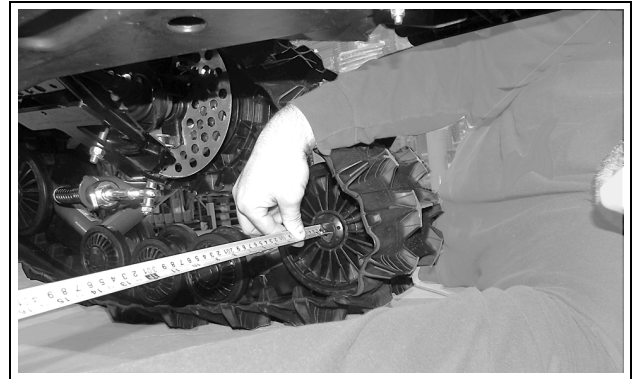

Figure 23
**Mesure B:** Mesurer la distance intérieure entre les roues Ø202 mm arrière des systèmes de traction avant. Voir les figures 23, 24 et 25.